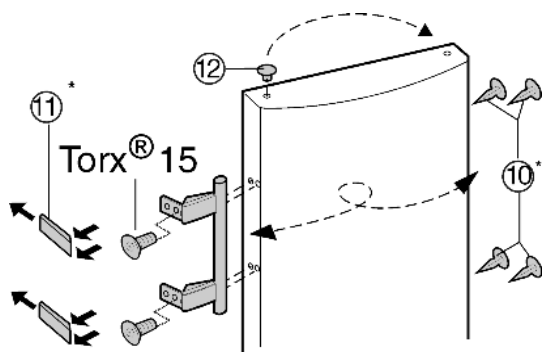

Fig. 8
- ▶ Vyjměte zátky Fig. 8 (12) z pouzdra ložisek dveří a přemístěte je.
- ▶ Odmontujte kliku dveří, zátku Fig. 8 (10) a krycí destičky Fig. 8 (11) a nasadte na druhou stranu.